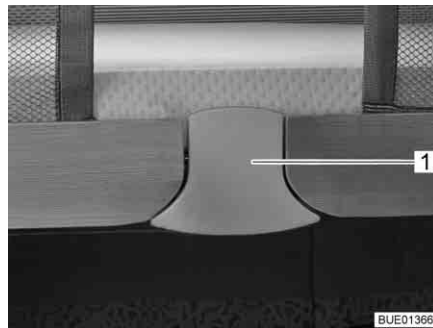

Fig. 82 Sblocco
- Estrarre la placca di sbloccaggio (Fig. 82, 1) tirandola verso il basso. Il bloccaggio viene sbloccato.